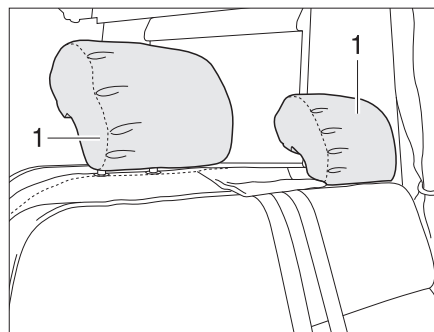

Fig. 17 Reposacabezas banco (Variante 1)
- Tirar de los reposacabezas (Fig. 17,1) hacia arriba con la mano o empujarlos hacia abajo.